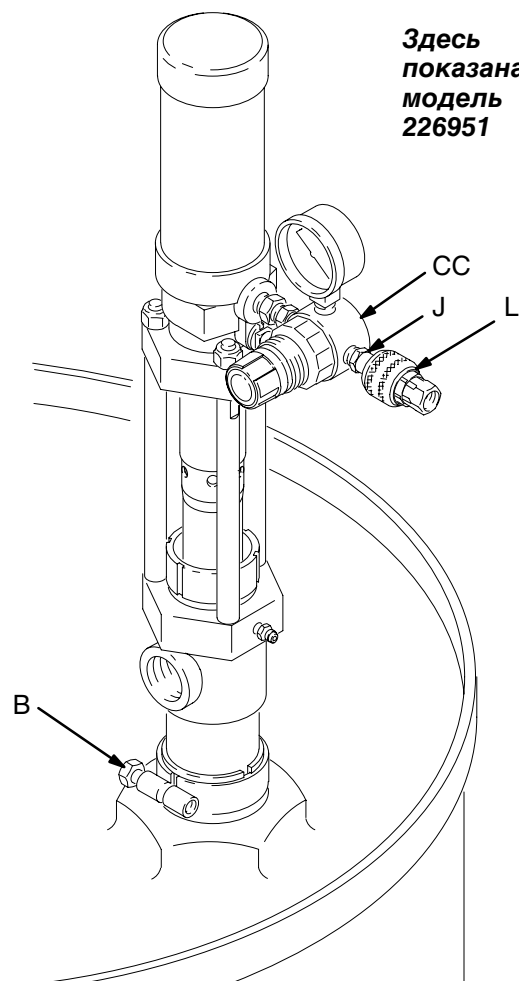

Рис. 4
Насосы большинства моделей поставляются с клапаном регулировки подачи воздуха игольчатого типа (K) на воздушном впускном патрубке насоса. Модель 226951 оборудуется вместо этого комплектом регулятора подачи воздуха (CC) (см. Рис. 4). Все модели поставляются с быстроразъемным соединителем воздушной линии (L) для подсоединения воздушной линии к насосу и принадлежностям.
При закрытом воздушном клапане (K) или регуляторе (CC), откройте подачу сжатого воздуха и подсоедините соединительную муфту воздушной линии (L). См. Рис. 4 или 6. Убедитесь, что все раздаточные клапаны открыты.